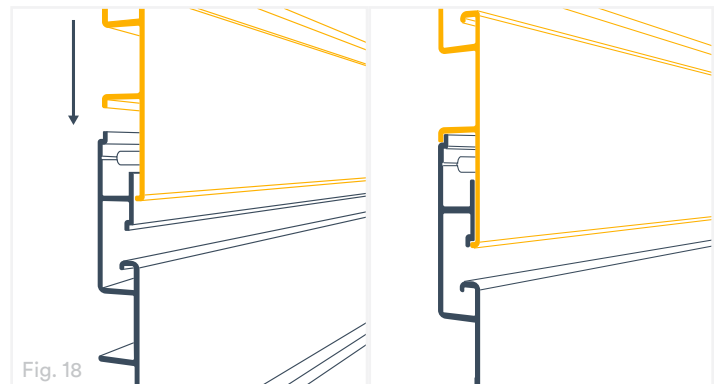

Fig. 18
2. Empezando por un extremo y avanzando hacia el otro, aplique una suave presión hacia abajo (hacia el piso) para encajar el panel con el panel instalado anteriormente debajo. Sentirá y oirá un "chasquido" cuando los paneles se hayan encajado correctamente (Fig. 18).